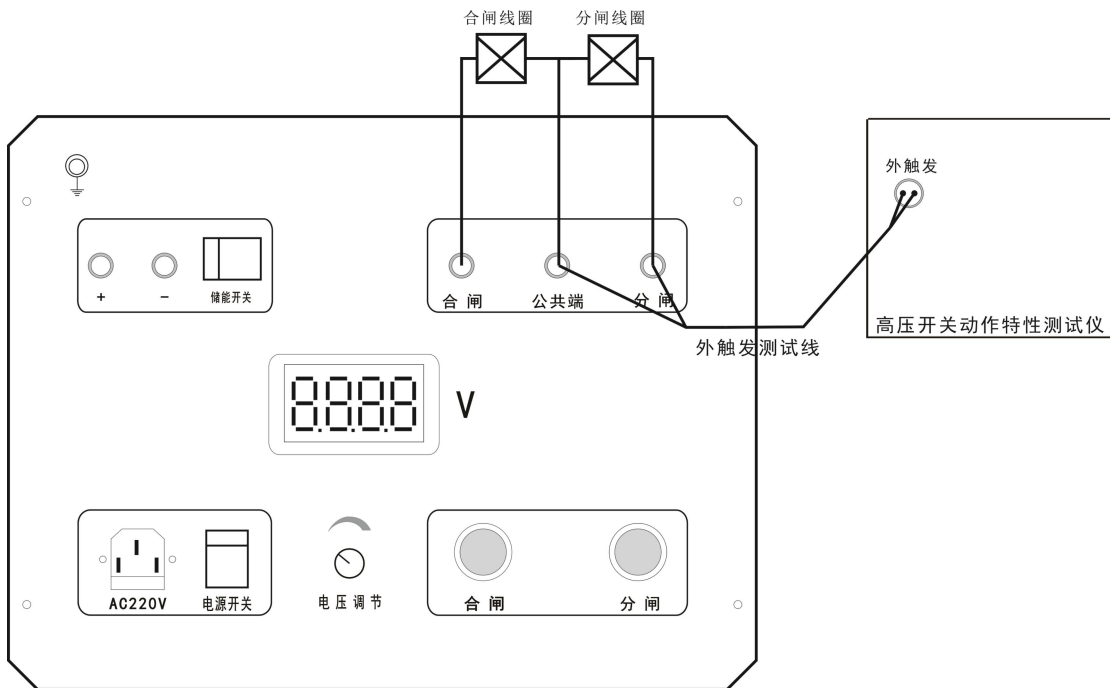

图 4
5.4 用作高压开关测试仪输出电源，做分闸试验时，接线方法如图 4 所示，本机的合闸、分闸、公共端分别对应接在高压开关上，然后将高压开关两根外触发测试线分别接在本机的分闸与公共端上，其它操作方法与 5.3 相同。